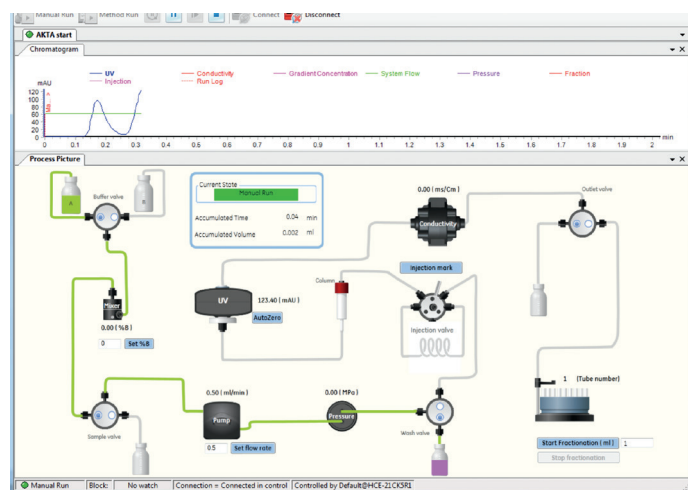

图 9. 系统控制流程图显示仪器湿侧各模块的实时流路。同时显示系统的当前运行状态以及实时层析图谱。可以通过点击流路控制系统, 例如, 打开阀门、设定流速、改变缓冲液 B 浓度以及开始/停止组分收集
**系统控制** 模块用于命令执行和监测手动、预定义或用户定义的层析方法运行。在运行过程中, 实时显示层析图谱, 用曲线的方式描述整个运行过程, 包括紫外、电导率、系统流速、梯度浓度、组分标记、运行日志和压力 (图 9)。